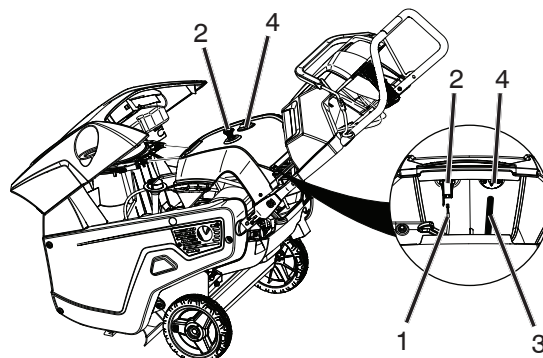

Figure 30
12. Débrancher les câbles électriques à l'arrière du commutateur d'allumage (Figure 30).
20. Brancher le câble de bougie d'allumage à la bougie d'allumage (Figure 30).